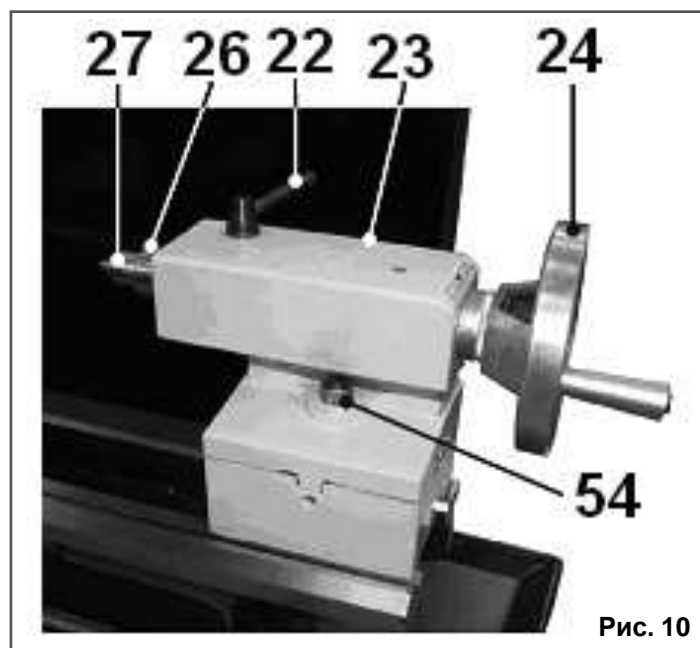

Рис. 10
Маховиком (24) перемещения пиноли (26) по часовой стрелке необходимо поджать центр (27). Поворотом ручки фиксации (22) по часовой стрелке зафиксируйте установленное положение пиноли (26), Рис. 10.